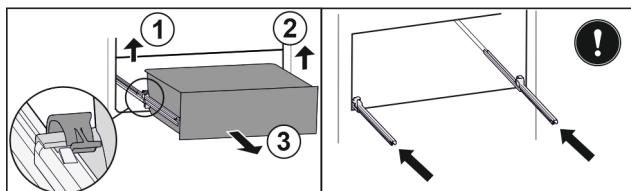

Fig. 149
- Nadvihnite ľavú svorku a súčasne tiahnite zásuvku vľavo dopredu. Fig. 149 (1)
- Nadvihnite pravú svorku a súčasne tiahnite zásuvku vpravo dopredu. Fig. 149 (2)
- Odoberte zásuvku dopredu. Fig. 149 (3)